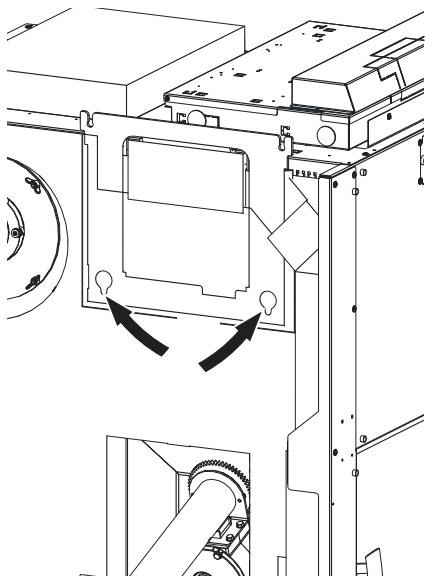

Fig. 36 Piastra di montaggio per serbatoio
- Agganciare il serbatoio alla piastra di montaggio (Fig. 36) e sistemarlo in basso sulla piastra flangiata del tubo della coclea.